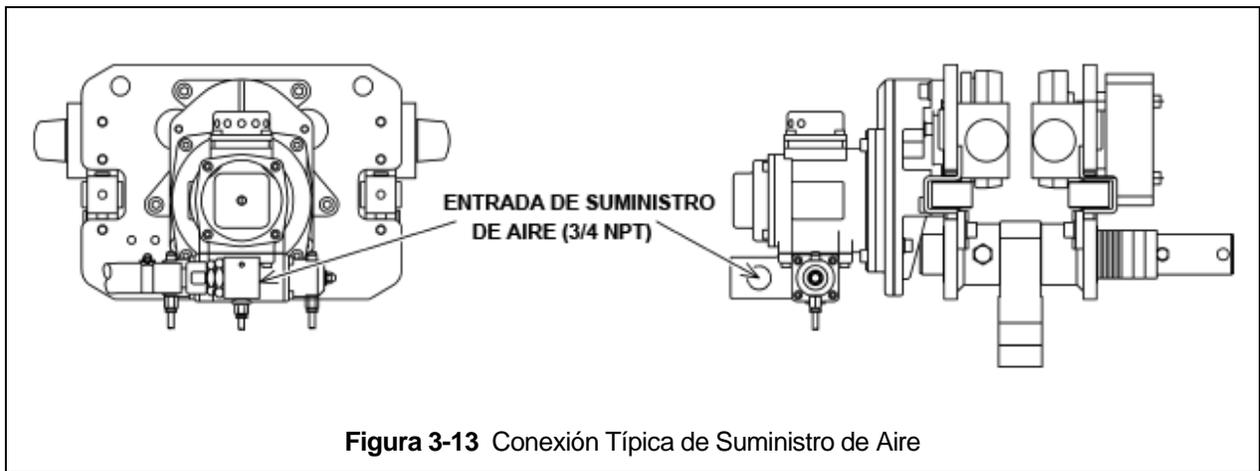

Figura 3-13 Conexión Típica de Suministro de Aire
3.11.5 Hacer conexiones al suministro de aire; referencia Figura 3-13.